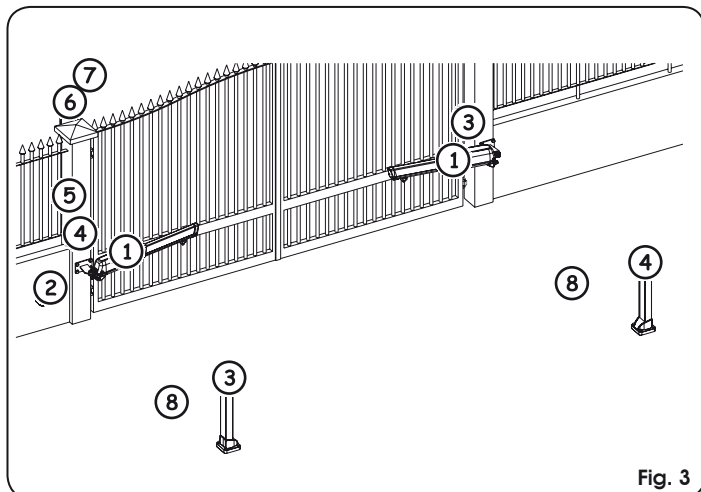

Fig. 3
3.1. Elektrische aansluitmogelijkheden (standaard installatie Fig. 3)	pag.26